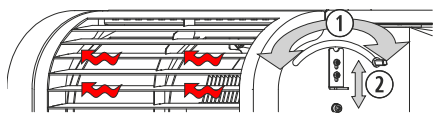
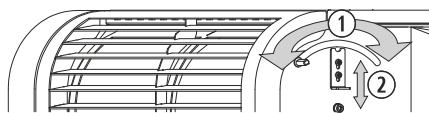
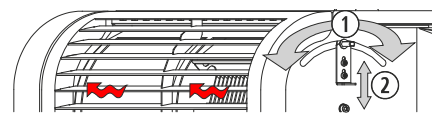

Figura 17
Figura 18
Figura 19
No modelo *Kiev*, é possível configurar as saídas de ar de convecção da estufa de acordo com a necessidade. Em todos os lados da estufa encontra-se uma haste (①) que dependendo da sua posição, provocará que a estufa expulse o ar quente pela parte da frente (haste de trás, figura 17), pela boca de canalização traseira (haste da frente, figura 18) ou uma combinação de ambas as saídas (haste em posição intermédia, figura 19), utilizando a fixação (②) que permite manter a haste em posição intermédia.